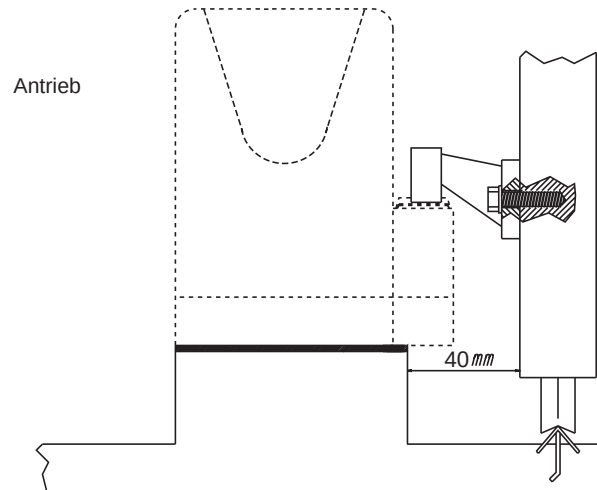

Abb. 3
Vor Befestigung des Antriebs den Abstand zwischen Tor und Ritzel überprüfen (siehe Abbildung 3).
HINWEIS: Die Gegenplatte genau nach den Maßen in Abb. 3 einbetonieren bzw. befestigen, um den korrekten Eingriff zwischen Ritzel des Getriebemotors und Zahnstange zu gewährleisten.
- Den Getriebemotor unter Beachtung der Maße in Abb. 3 ablegen. Den Getriebemotor so auf die Gegenplatte aufsetzen, dass sich die Schrauben M8x30 in die zwei Befestigungsbohrungen des Gusses einfügen. Die Muttern mit einer flachen und einer gezahnten Unterlegscheibe arretieren, siehe Abb. 4B Pos. E.